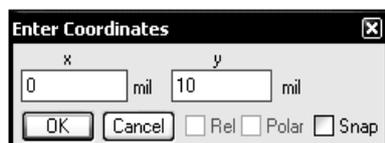

Рис. 4.21
- Переместите курсор в окно черчения, затем нажмите клавишу **Tab** на клавиатуре. Откроется диалоговое окно **Enter Coordinates** (Ввод координат, рис. 4.21).